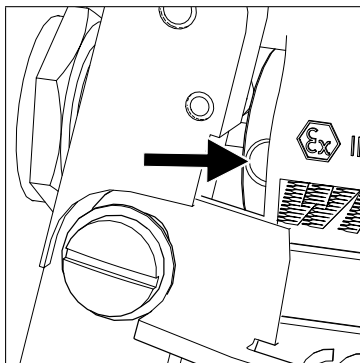

fig. 14: Orificiu în manșonul de ghidare
1. Introduceți cheia imbus furnizată într-una dintre orificiile de la manșonul de ghidare (vezi fig. 14 pornit pagina 37).
- Introduceți cheia imbus furnizată într-una dintre orificiile de la manșonul de ghidare (vezi fig. 14 pornit pagina 37).